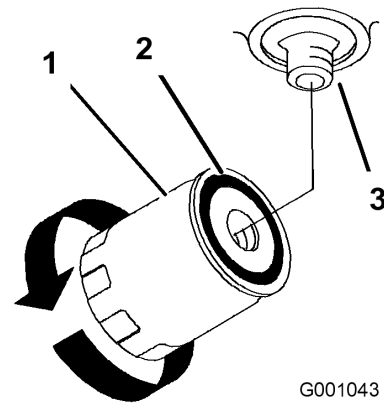

Figure 69
7. Appliquez une fine couche d'huile propre sur le joint en caoutchouc du filtre de rechange (Figure 69).
9. Remplissez le réservoir hydraulique jusqu'à ce que le liquide déborde du filtre. Tournez alors le filtre à huile dans le sens horaire jusqu'à ce que le joint en caoutchouc touche l'adaptateur du filtre. Serrez ensuite le filtre de 1/2 tour supplémentaire (Figure 69).